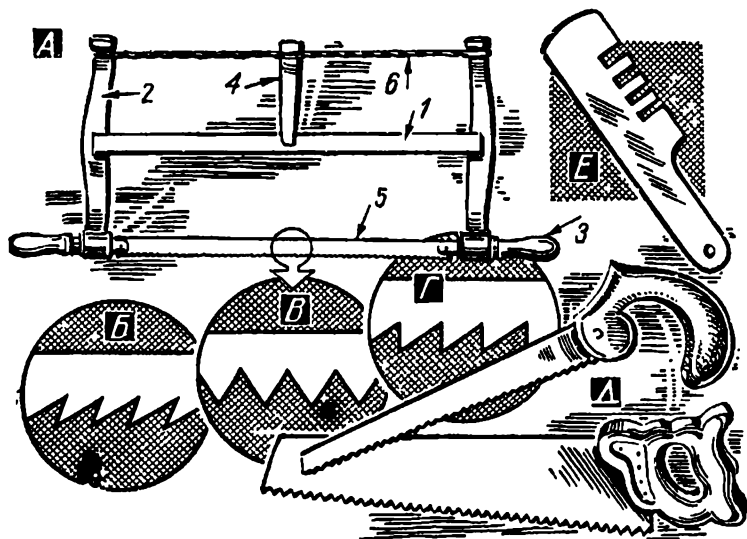

Рис. 45. Пилы и ножовки.
Лучковая пила (рис. 45, А) состоит из продольной распорки (1), двух поперечных стоек (2), двух ручек (3), помещенных цилиндрическими концами в соответствующие отверстия стоек, закрутки (4) и стального полотна (5), закрепленного шпильками в ручках. Натяжение полотна производится тетивой (бечевкой) (6) с помощью закрутки (4).
Для поперечного пиления применяют также ножовки по дереву (рис. 45, Д). Лучше всего пользоваться широкими ножовками как наиболее удобными для прямолинейного пиления. Узкие ножовки удобнее применять в тех случаях, когда нужно сделать, например, несквозной пропил в доске или фанере.
Развод пилы производят металлической разводкой (рис. 45, Е), пропилил в разводке подбирают по толщине полотна пилы. Отгибать зубья следует так, чтобы их вершины находились на одной прямой. Это проверяется на глаз.
Зубья универсальной пилы для смешанного пиления, работающие при движении пилы вперед, затачивают под прямым углом (рис. 45, Г).